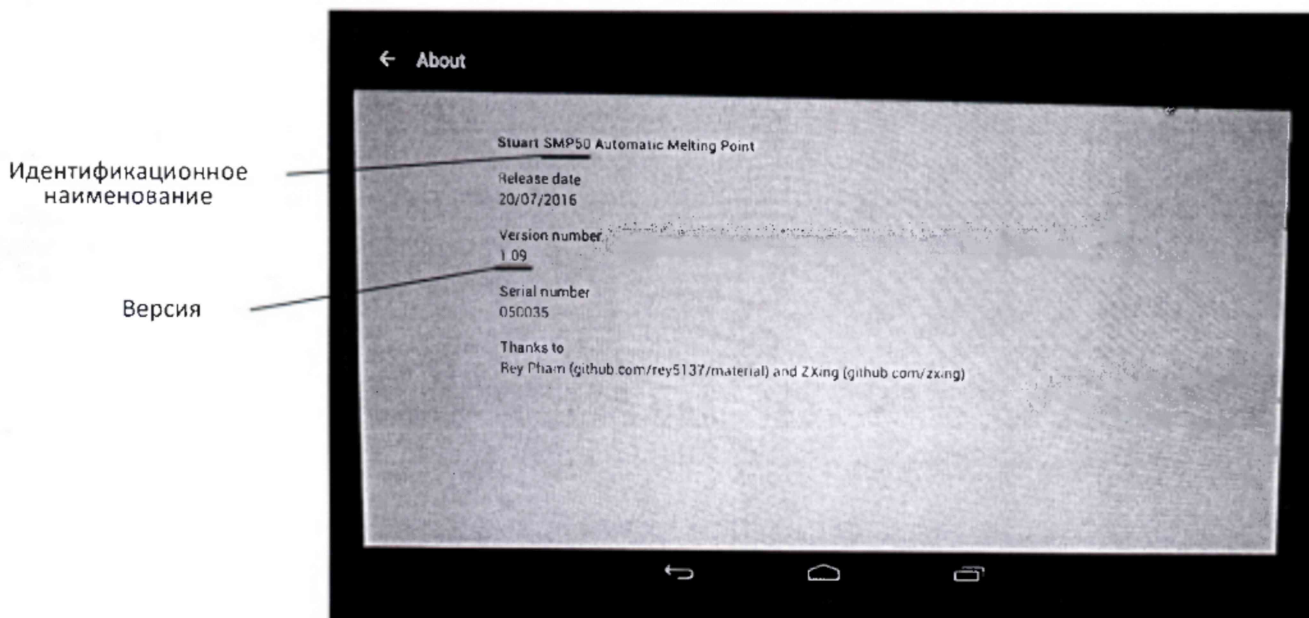

Рисунок 1. Данные о номере версии встроенного ПО приборов SMP50, SMP50/IQOQ (выделены подчеркиванием).
1) после загрузки рабочей программы прибора на главном экране коснитесь меню «**Settings**», затем – подраздела меню «**About**». На дисплее будет указана текущая версия ПО (рис.1).